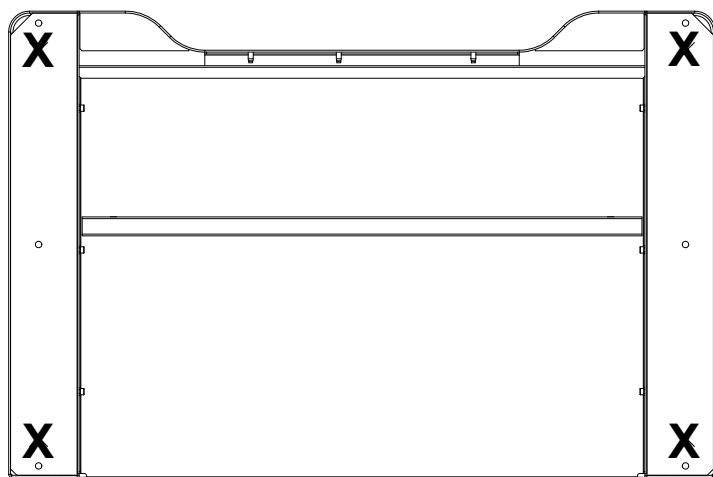

Figura 19. Parte inferiore del telaio che mostra la posizione dei piedini del telaio
6. Individuare eventuali piedini del telaio che possono essere stati rimossi per imbullonare il telaio allo skid e reinstallarli nelle posizioni mostrate in Figura 19 a pagina 69.